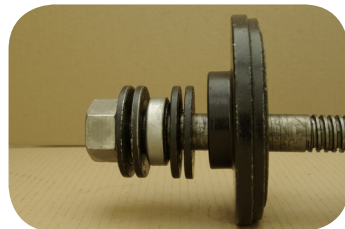

Abb. 8 · Aufbau Montagewerkzeug
Zum Einbau der 3D-Buchse in den Funktionslenker muss das Montagewerkzeug zuerst zusammengesetzt werden. Dazu die folgenden Komponenten in der angegebenen Reihenfolge auf die Gewindestange (1) aufstecken (Abb. 8):
- 2 Unterlegscheiben (2)
- Lager (3)
- Abdeckscheibe (4)